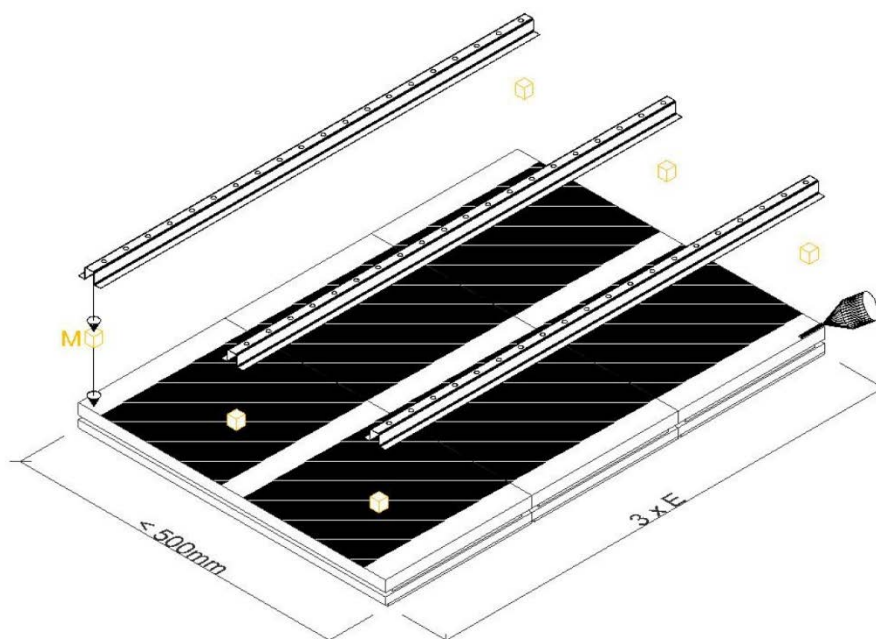

Abb.3
**Abb. 3:** Die drei Akustikelemente „E“, welche die Revisionsklappe bilden, werden mit den MDF-Federn zusammengeleimt. Die *Admonter Acoustic Systemklammern* werden dafür nicht benötigt. Über die Breite werden drei zuvor zugeschnittene Hutprofile mittels PUR-Leim direkt auf die Wabe geleimt, wobei das Akustikvlies an diesen Stellen zuvor vorsichtig entfernt werden muss. Stirnseitig wird in die Hutprofile jeweils ein würfelförmiger Magnet „M“ pro Seite eingedrückt.